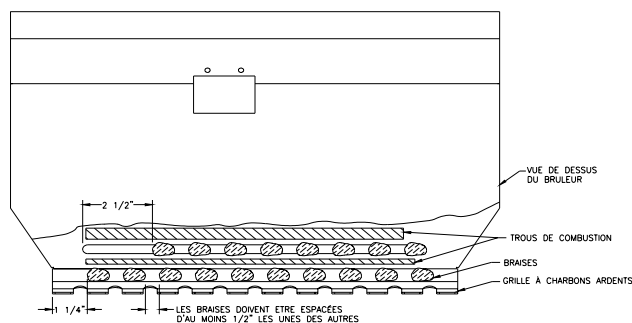

figure 14
2. Installer les braises tel qu'illustré à la figure 14.